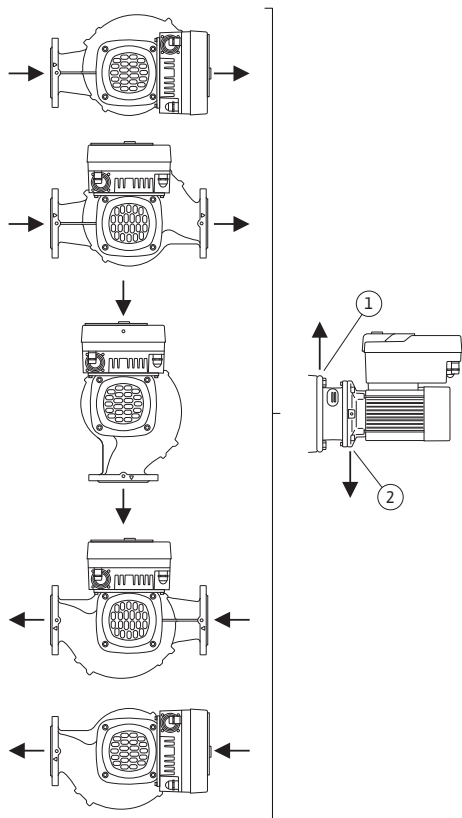

Fig. 16: Poziții de montare admise la arborele arbore dispus orizontal
- Dacă arborele motorului este montat orizontal, poziția orificiului de condens trebuie să fie obligatoriu în jos (Fig. 16, Poz. 2). La nevoie, motorul trebuie rotit.